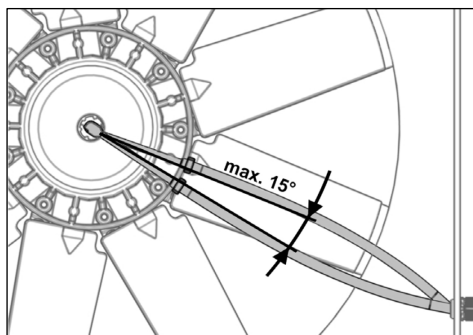

Bild 30
- ▶ Kontrollera spänningen och spänn om tryckslangen vid behov (se Bild 30).